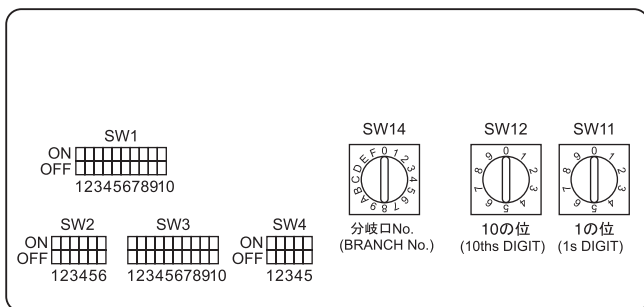

Fig. 4-6
4.5. Adressen einsetzen (Fig. 4-6)
- ① Einstellen von Adressen
- ② Einstellen von Zweignummern SW14 (nur R2-Serie)